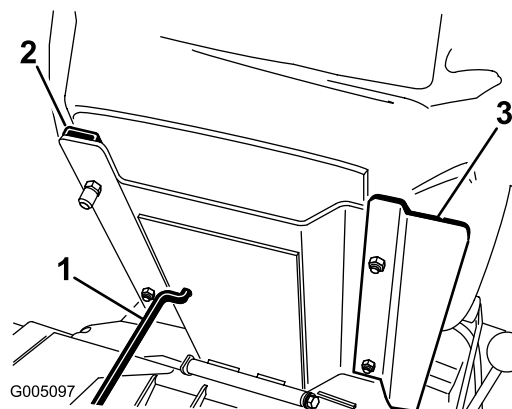
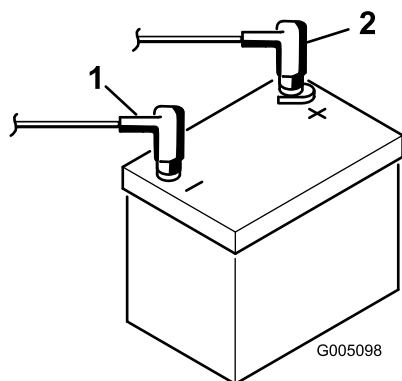

図 5
図 6
3. 付属部品のロックナット (5/16 in.) で、運転席とシート・パネルとシートスライドをサポートに固定する (図 6)。シート・パネルが、図 5 のように右側にくるように取り付ける。